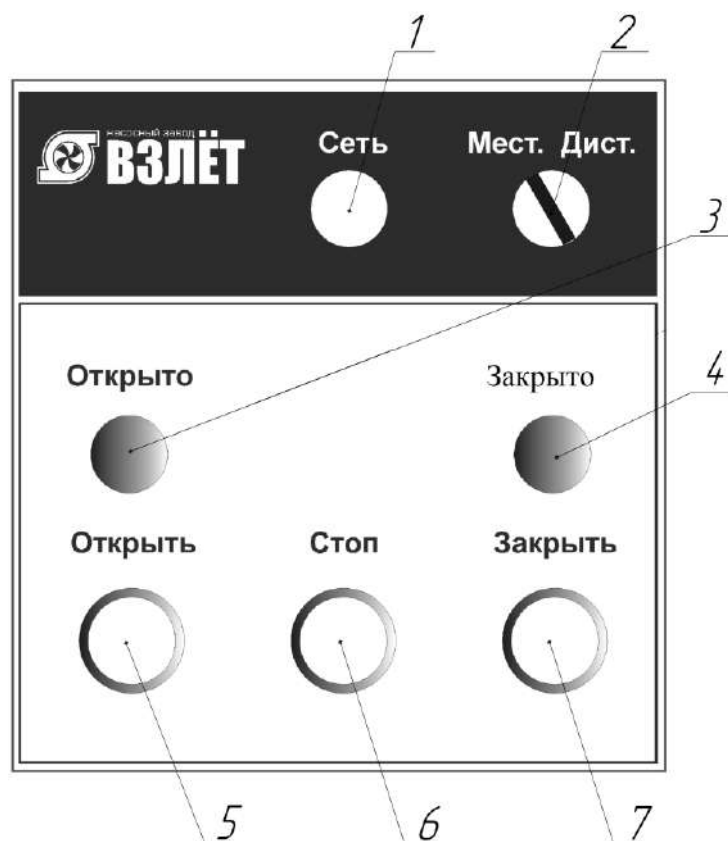

Рисунок 1 – Органы управления и индикации шкафа управления
На дверце шкафа управления размещены следующие органы управления и индикации (рис. 1):
Для управления дисковым затвором в дистанционном режиме необходимо перевести переключатель «МЕСТ./ДИСТ.» рис. 1, поз. 2 в положение «ДИСТ.».
Для запуска электропривода дискового затвора в режиме местного управления необходимо перевести переключатель «МЕСТ./ДИСТ.» рис. 1, поз. 2 в положение «МЕСТ.». Открытие, закрытие и остановка дискового затвора в режиме местного управления осуществляется при помощи кнопок «ОТКРЫТЬ» (рис. 1 поз. 5), «ЗАКРЫТЬ» (рис. 1 поз. 7) и «СТОП» (рис. 1 поз. 6), расположенных на дверце шкафа управления.
3. Установите переключатель «МЕСТ./ДИСТ.» (рис. 1 поз. 2), в положение «МЕСТ.».
4. Включите главный автоматический выключатель QF1; загорится светодиод «Сеть» на крышке шкафа управления рис. 1 поз. 1.
1. Перевести переключатель «МЕСТ./ДИСТ.» (рис. 1 поз. 2), в положение «МЕСТ.».
2. Для открытия дискового затвора в режиме местного управления нажать кнопку «ОТКРЫТЬ» (рис. 1 поз. 5).
3. Для остановки дискового затвора в режиме местного управления нажать кнопку «СТОП» (рис. 1 поз. 6).
4. Для закрытия дискового затвора в режиме местного управления нажать кнопку «ЗАКРЫТЬ» (рис. 1 поз. 7).
1. Перевести переключатель «МЕСТ./ДИСТ.» (рис. 1 поз. 2), в положение «ДИСТ.».